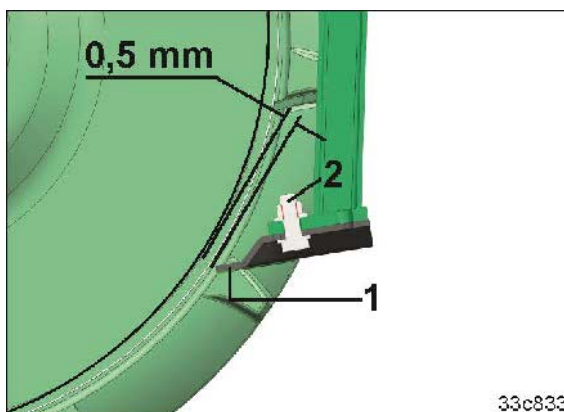

Fig. 125
4. Løsne skruen (Fig. 125/2).
5. Skru på avstrykeren (Fig. 125/1) med en avstand til trommelrøret på 0,5 mm.